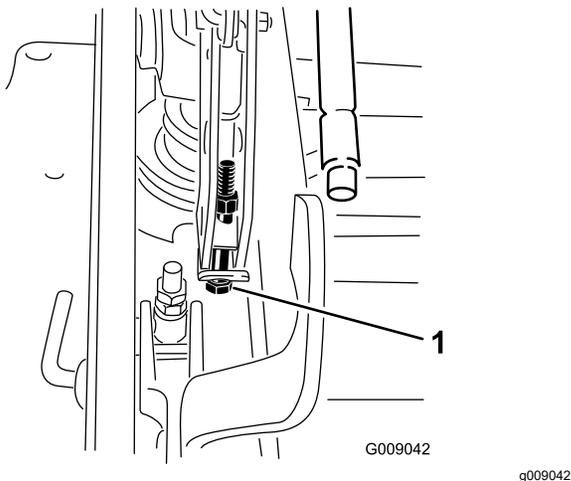

Рисунок 80
- 13. Если дека опущена слишком низко, затяните болт одноточечной регулировки, повернув его по часовой стрелке. Если дека поднята слишком высоко, ослабьте болт одноточечной регулировки, повернув его против часовой стрелки (Рисунок 80).